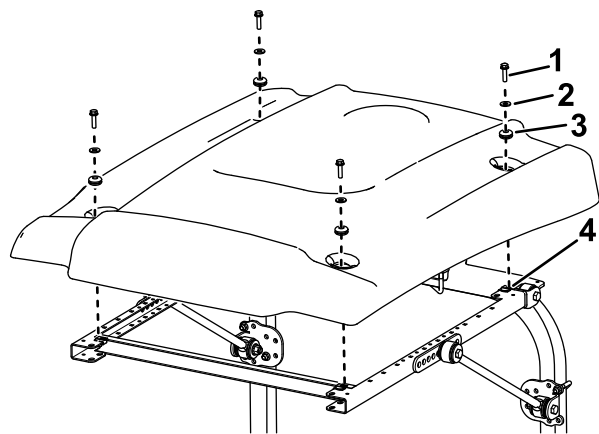

Figure 49
9. Lors de l'alignement des trous de fixation, positionnez le pare-soleil sur le cadre comme montré à la Figure 49.
10. Fixez légèrement chaque coin du pare-soleil au cadre avec un boulon à embase ($\frac{5}{16}$ " x 1"), une petite rondelle et une bague (Figure 49).